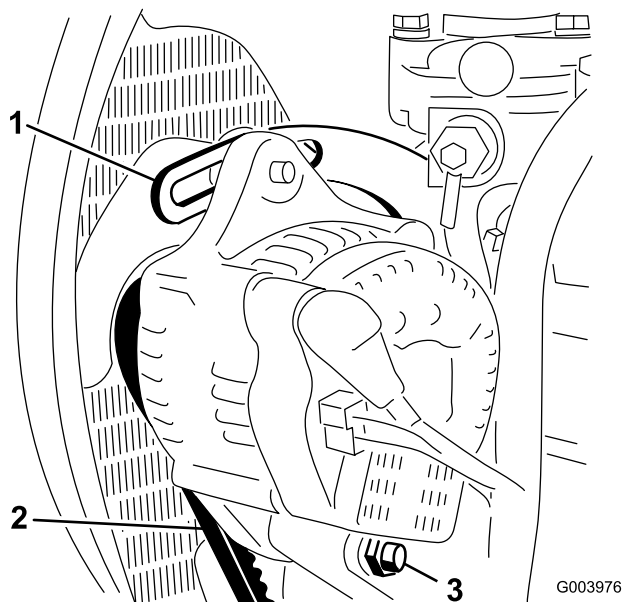

Figura 54
2. Compruebe la tensión de la correa del alternador flexionándola (Figura 54) en el punto intermedio entre las poleas del alternador y del cigüeñal con una fuerza de 10 kg (22 libras).
3. Afloje el perno que fija el tirante al motor (Figura 54), el perno que fija el alternador al tirante y el perno de pivote.